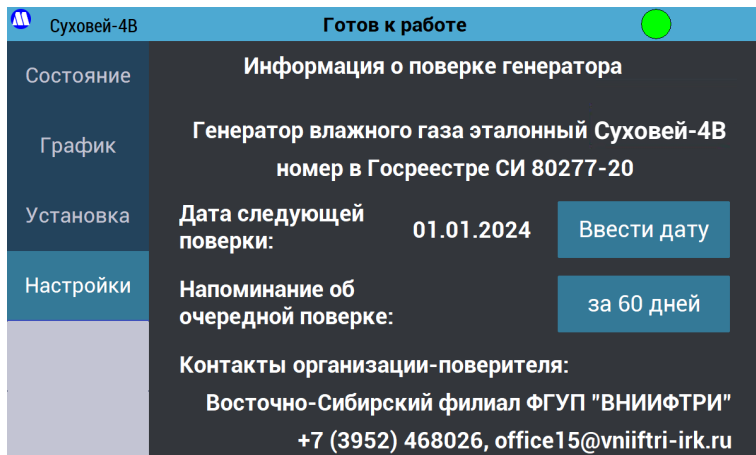

Рисунок 21 – Экран «Информация о поверке генератора».
7.2.11.5. Кнопка «**Информация о проверке генератора**» отображает экран (Рисунок 21), на котором указано полное наименование генератора, его номер в Федеральном информационном фонде по обеспечению единства измерений,